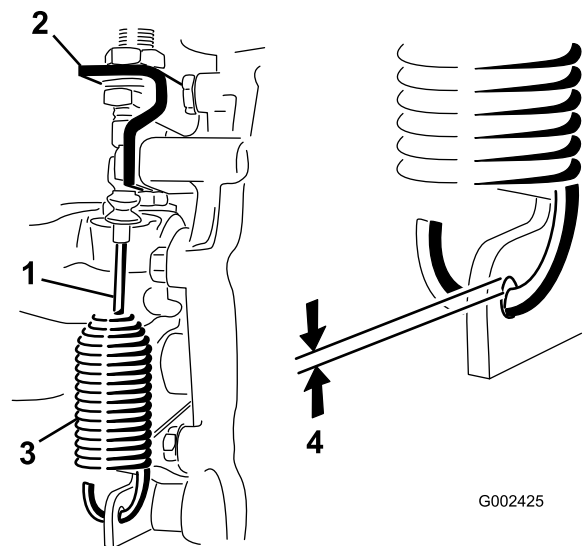

図 53
2. デファレンシャルロックケーブルをトランスアクスルのブラケットに固定しているジャムナットをゆるめる 図 53。